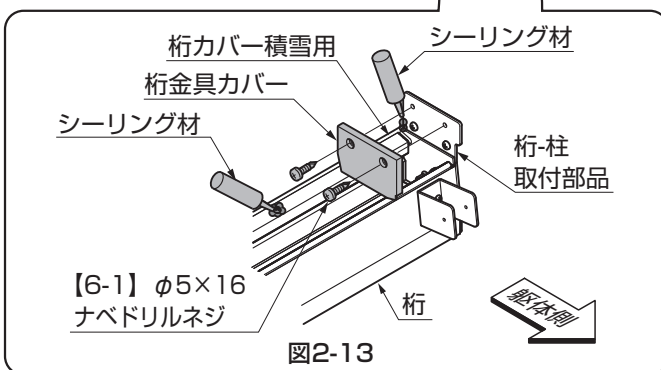

図2-13
- 指定の箇所には、必ずシーリングをしてください。（図2-13参照）